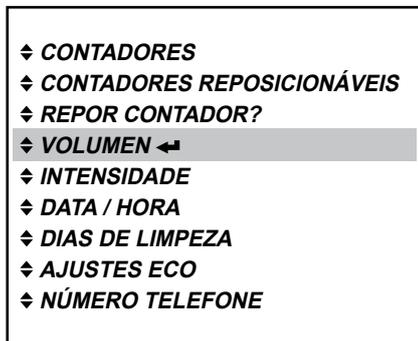

Fig. 57
1. Prima a tecla Enter para acessar o menu «VOLUME». (Fig. 57)